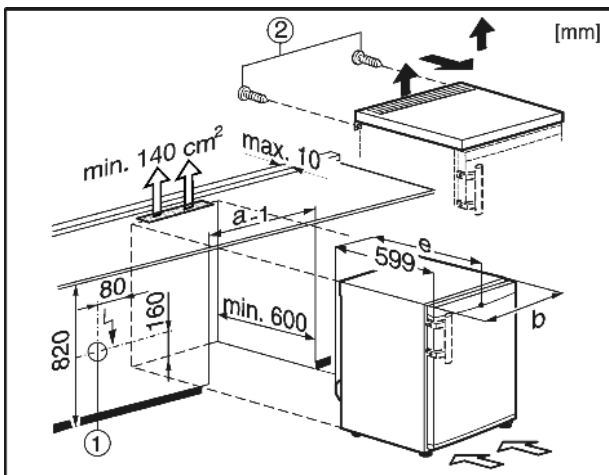

Fig. 9
При това контактът Fig. 9 (1) трябва да се намира встрани от гърба на уреда и да бъде лесно достъпен.
- ▶ Отстранете винтовете Fig. 9 (2) от задната страна.